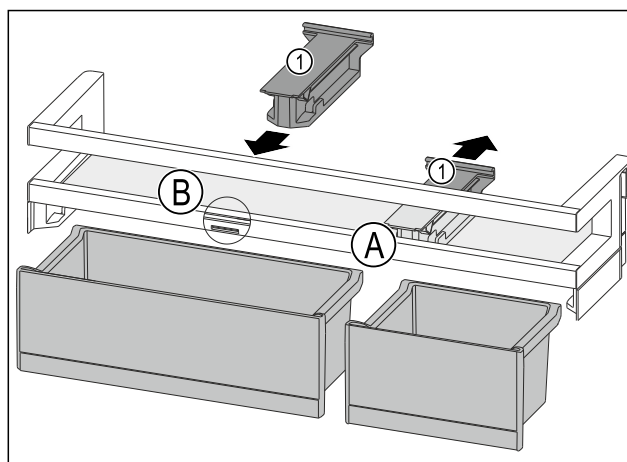

Fig. 87
- Træk holdesektionen Fig. 87 (1) tilbage i position Fig. 87 (A).
- Indsæt holdesektionen Fig. 87 (1) i position Fig. 87 (B).